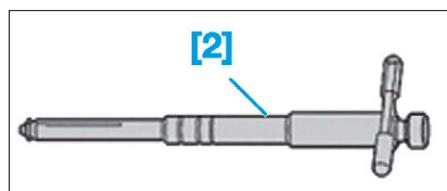

FIG. 52
- [2]. Kit extracteur rondelle étanchéité (réf : 0194/2-C) (si besoin) (Fig.52).